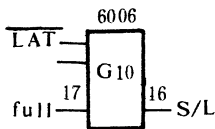

图 1-18 显示同步控制芯片图
**故障分析与维修** 这种情况通常是门阵 6006 坏。门阵 6006 是显示同步控制芯片,它负责显示汉字或显示西文的转换,如图 1-18 所示。当 6006 的  $S/L=1$  时显示 16 位汉字, $S/L=0$  时显示 8 位字符。当 6006 出现故障时, $S/L$  端总为低电平,造成汉字显示不完全。更换 6006 即好。